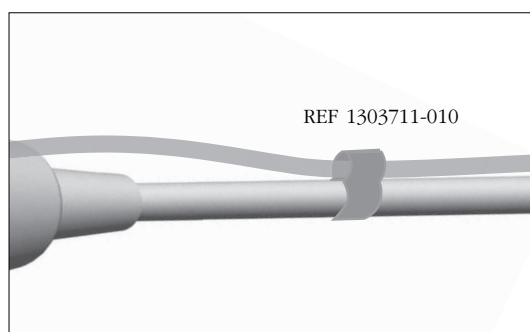

fig. 9
L. Sprayschlauch mit Befestigungsklammer REF 1303711-010 am Motorkabel befestigen **Abb. 9**.